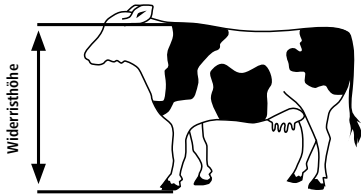

Abbildung 3
**Montagehöhe: Siehe Abb. 3 + 4**